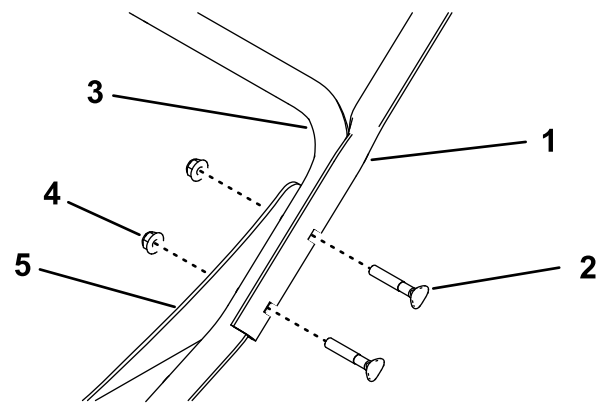

Figura 3
1. Instale os tubos da pega superior na pega inferior e tirantes utilizando dois parafusos das pegas e duas porcas (5/16 pol.) em ambos os lados da máquina (Figura 3).